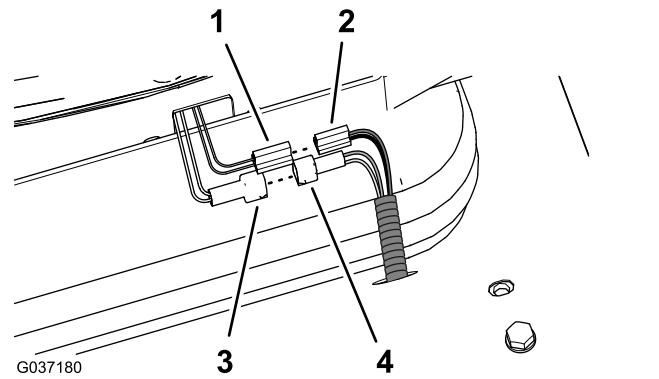

図 24
スの2ソケットコネクタ白線と黒線に、図24のように接続する。
- エアサスペンション用の2ブレードコネクタを、350cmキット用のワイヤハーネスの2ソケットコネクタ黒線と赤線に接続する図24リ